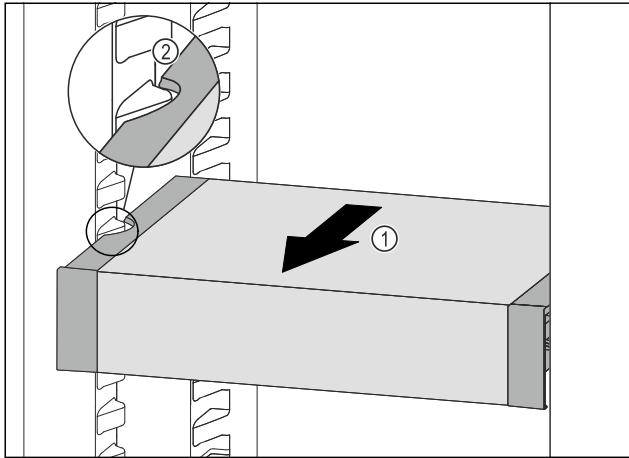

Fig. 121
- VarioSafe nach vorne ziehen Fig. 121 (1), bis sich die seitlichen Aussparungen des VarioSafes auf Höhe der Behälterlippe im Kühlteil befinden. Fig. 121 (2)